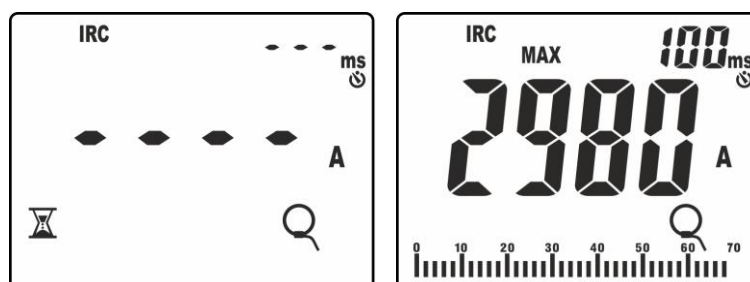

Fig. 41: Reconnaissance événement courant de démarrage
- Cliquer sur la touche **GO/HOLD** pour activer la fonction. L'instrument se met en attente de reconnaissance de l'événement (valeur mesurée supérieure au seuil fixe de déclenchement de **1%FS pince : ex 30A pour FS = 3000A**) en affichant le symbole « » sur l'écran (voir Fig. 41, à gauche)
9. Une fois l'événement reconnu **la mesure s'arrête automatiquement** et l'instrument affiche, sur l'écran principal, la valeur **Max RMS** calculée sur le temps d'évaluation de **100ms** (par défaut) indiquée sur l'écran secondaire (voir Fig. 41, à droite)